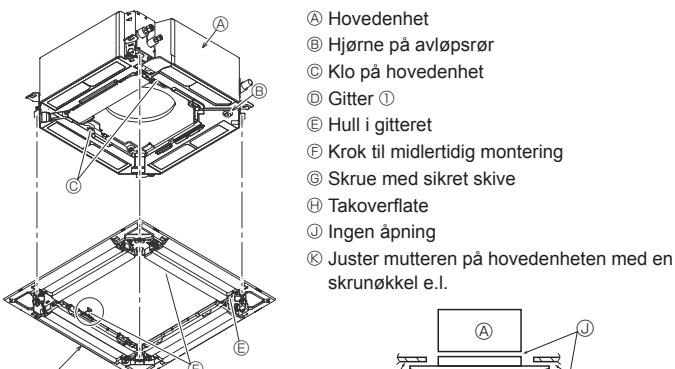

Fig. 9-6
9.4.2. Midlertidig montering av gitteret (Fig. 9-6)
- Fest gitteret på hovedenheten ved å stramme de forhåndsmonterte skruene. (Fig. 9-6)
Sørg for at det ikke er noen åpninger mellom hovedenheten og gitteret eller mellom gitteret og takoverflaten. (Fig. 9-6)
- Etter at skruen strammes, bekrefrer du at de to gitterkrokene (Fig. 9-6) er låst til krokene på hovedenheten.